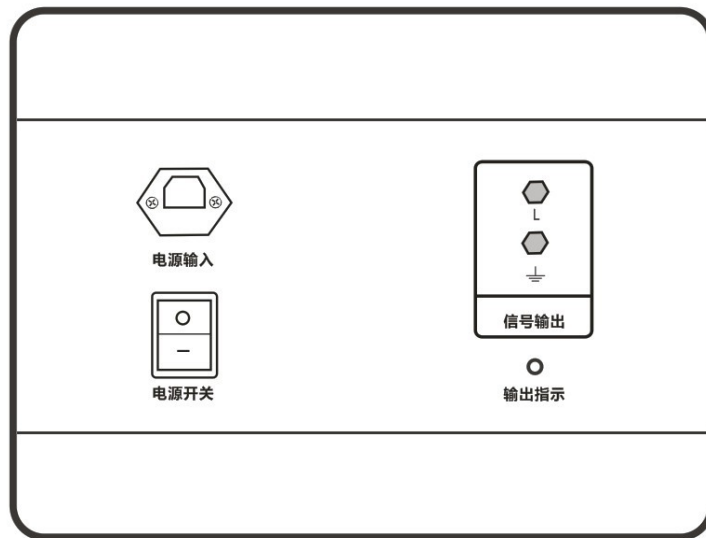

图 1 信号发生器面板图示意图
- ① 信号发生器 ② 信号接收器 ③ A 钳（大钳）
④ B 钳（小钳） ⑤ 信号输出线 ⑥ 电源线
2、信号发生器（见图 1）